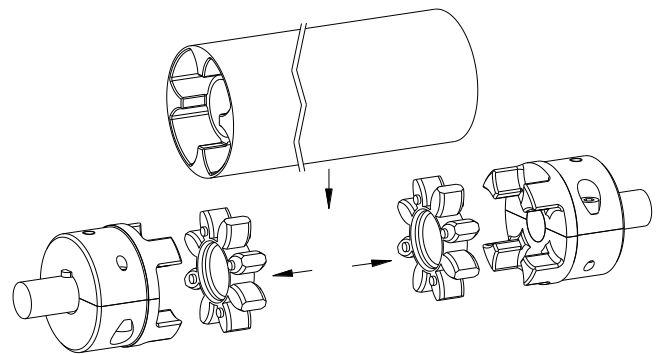

Figure 6 : Montage des flectors et du tube intermédiaire ZRS.
- Insérez les flectors (composant 2) dans la partie came des côtés moteur et machine (voir fig. 6).
- Placez le tube intermédiaire ZRS (composant 3) entre les moyeux SPLIT des côtés moteur et machine (voir fig. 6).